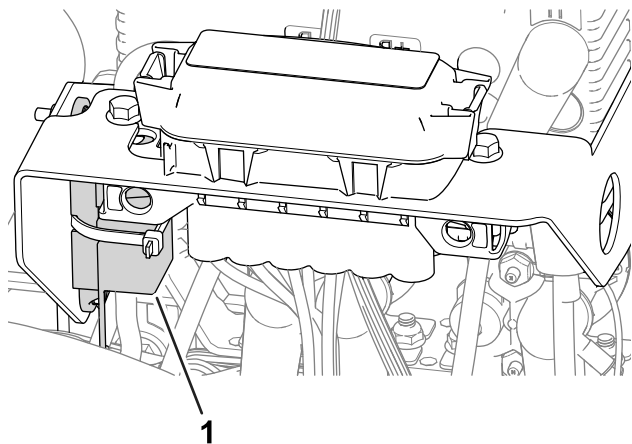

Figura 48
- O fusível do motor da roda esquerda (60 A) encontra-se sob a cobertura no lado esquerdo da máquina, junto dos fusíveis do circuito da transmissão do cilindro (Figura 48).